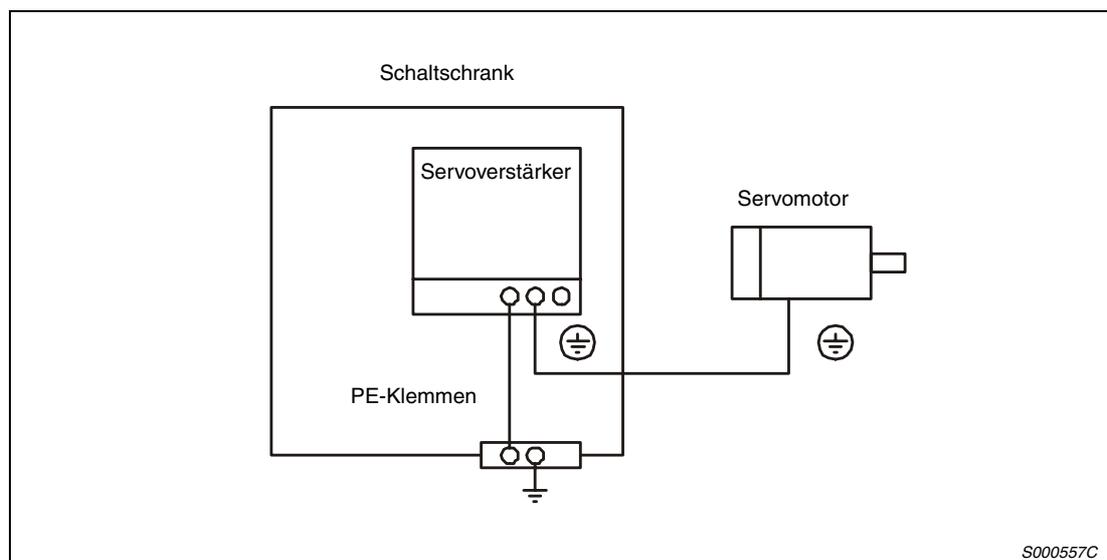

Abb. 3-8: Anschluss der Schutzleiter
- ① Schließen Sie die Servomotoren über den entsprechenden Leistungsstecker an.
- ② Zur Erdung schließen Sie das Erdungskabel des Servomotors an die Klemme der Schutz-erde am Servoverstärker an. Gleichzeitig müssen Sie den Servoverstärker über die Erdung des Schaltkastens erden. Siehe Abb. 3-8.
- ③ Bei Einsatz eines Servomotors mit Haltebremse ist diese über eine externe Spannungsquelle 24 V DC anzuschließen.